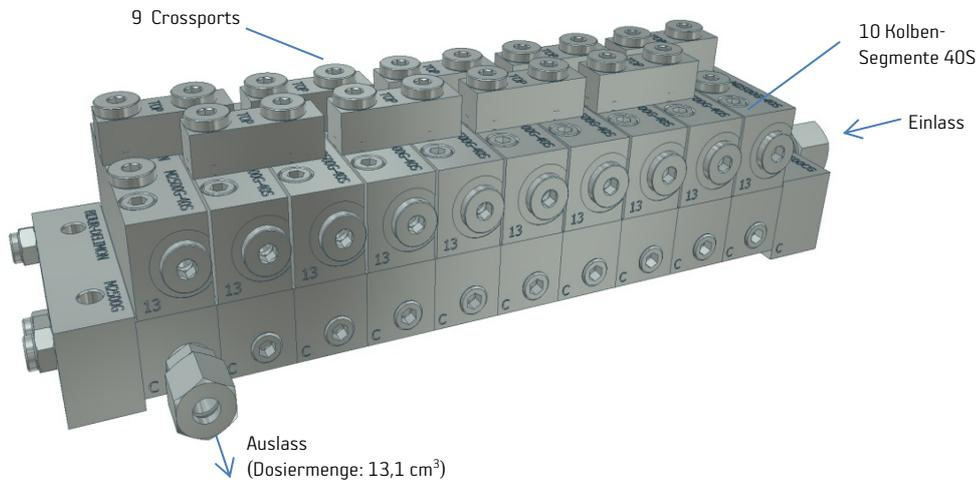

Bild 7
Siehe hierzu auch Bild 7. Man erkennt die wechselseitige Anordnung.
- 3.) Auswahl von Kolbensegmenten, die die maximale Dosiermenge ($1,31 \text{ cm}^3$ je Schmierzyklus) aufweisen. Der Verteiler könnte wie folgt aussehen (siehe Bild 7):